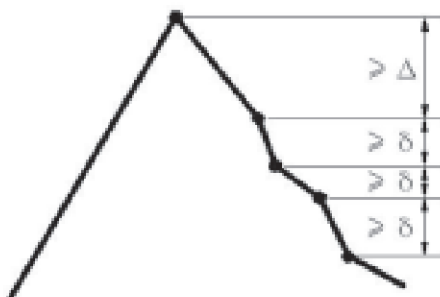

图 3
3. 当与最大力差值和相邻点差值同时勾选且下拉框选择两个同时满足时，当从某一个点开始连续N个点与最大力差值大于  $\Delta$  且相邻点差值大于  $\delta$  时，即判断破碎。如图3。